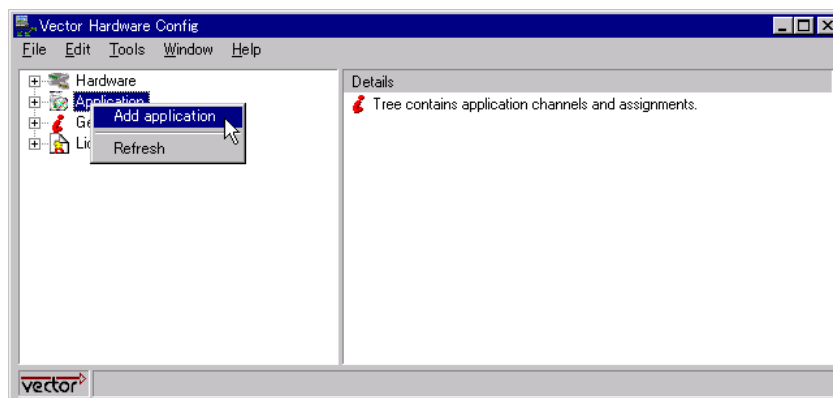

図 5-2 Vector Hardware Config (アプリケーションの追加設定)
- (3) 図 5-2 に示すように[Application]→[右クリック]→[Add application]の順でアプリケーションの追加を行います。